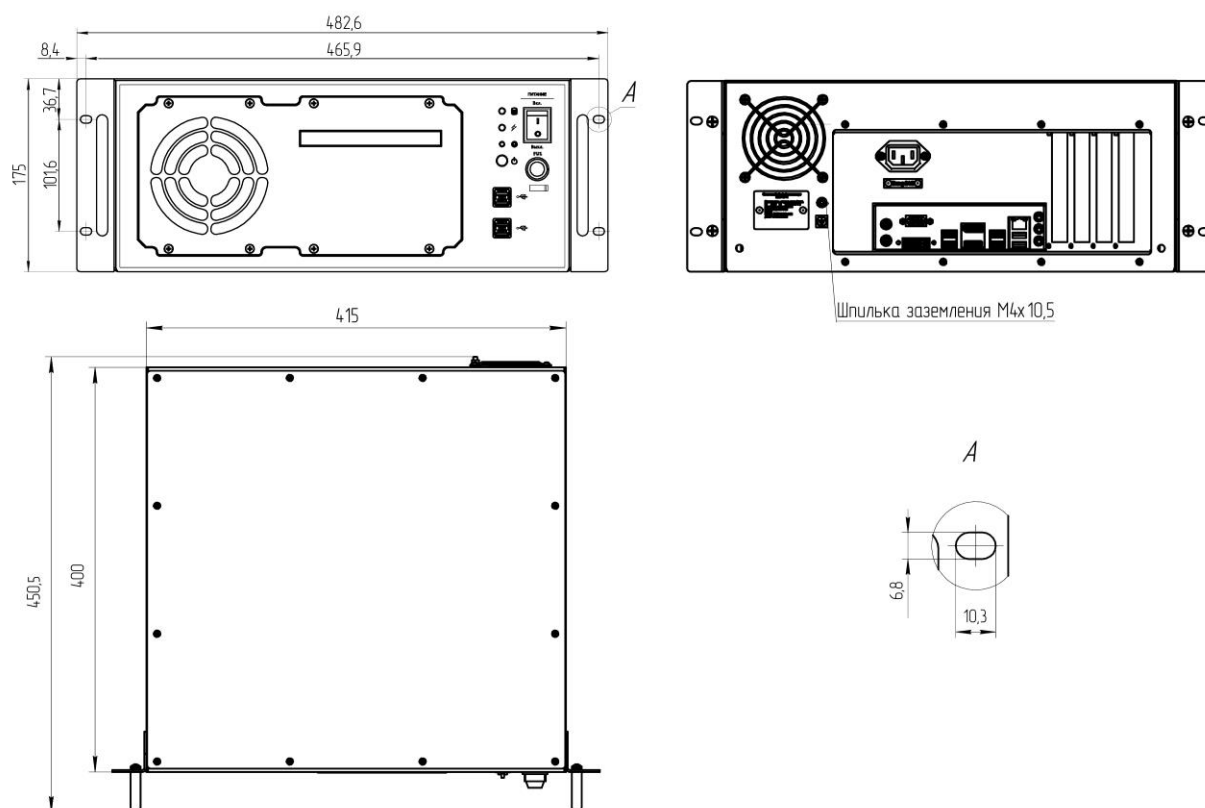

Рисунок 2 – Габаритные размеры изделия типа СБК-19-4
1.2.4 Габаритные размеры изделий представлены на рисунках 1 и Рисунок 2.
Примечание – Габаритные размеры изделий, приведенные на рисунках 1 и Рисунок 2, являются справочными и могут отличаться от конкретного исполнения изделия в зависимости от заказа. Габаритные размеры на конкретное исполнение изделия уточняйте у предприятия-изготовителя.